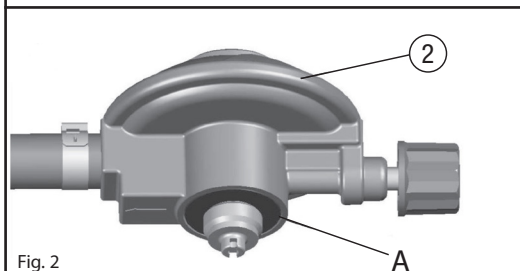

Fig. 2
- Asigurați-vă de existența și de starea bună a garniturii de etanșare «A» care se află pe racordul de ieșire a detentorului (2) (fig. 2) înainte de fixarea buteliei de gaz. Nu folosiți reșoul în cazul în care garnitura lipsește sau este deteriorată : informați reprezentantul comercial despre acest fapt.